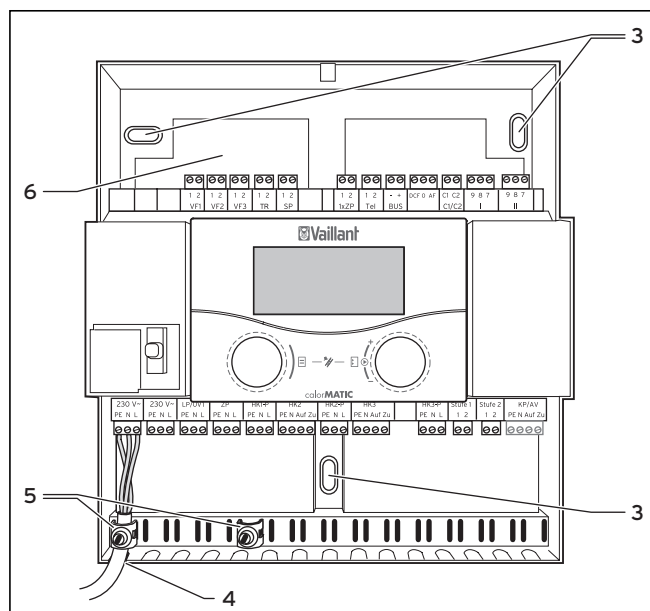
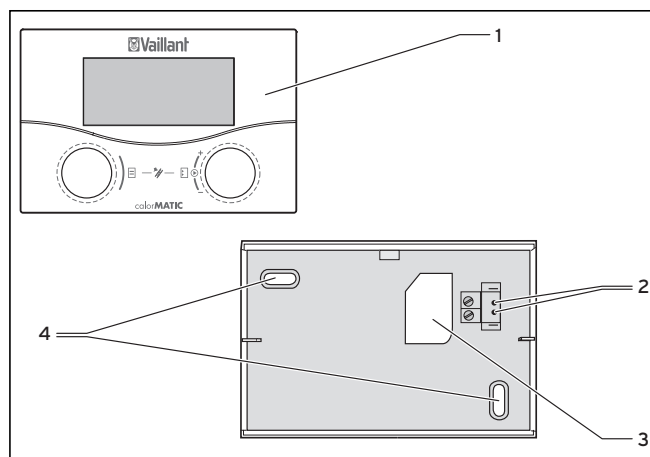

Рис. 4.3 Монтаж корпуса для настенного монтажа
Рис. 4.4 Монтаж в качестве прибора дистанционного управления
- Разместите два крепежных отверстия (3) для настенного цоколя VR 55 диаметром 6 мм (→ рис. 4.4).
- Протяните соединительный кабель через кабельный ввод (3).
- Подключите присоединительный кабель (→ рис. 4.3).
- Установите регулирующий прибор на настенном цоколе так, чтобы штифты с обратной стороны верхней части вошли в пазы (2).
- Вставьте регулирующий прибор (1) в настенный цоколь и надавите так, чтобы он защелкнулся.